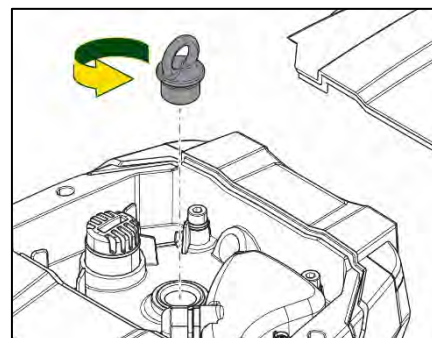

Figure 22
2. Entfernen Sie die Hebeöseschraube im oberen Bereich, indem Sie diese abschrauben (Abb.22). Während des Betriebs ist darauf zu achten, dass keine Verunreinigungen (flüssig oder fest) in den Motor gelangen.